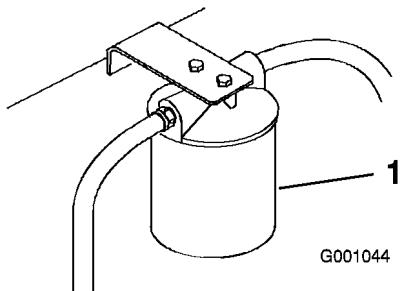

Figura 60
- Coloque un recipiente bajo el filtro, retire el filtro usado y límpie con un paño la superficie de la junta del adaptador del filtro (Figura 60).